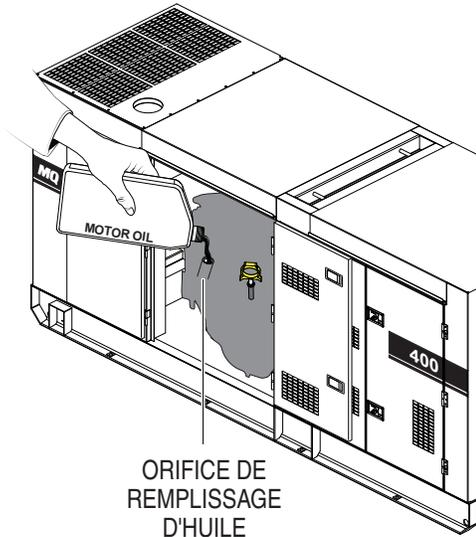

Figure 28. Orifice de remplissage d'huile du moteur
5. Si le niveau d'huile est trop bas (Figure 27C), retirez le bouchon de l'**orifice de remplissage d'huile** (Figure 28) et remplissez jusqu'à un niveau de fonctionnement sûr (max) comme indiqué par la jauge (Figure 27A). Remplacez l'huile du moteur par le type d'huile recommandé, tel qu'indiqué dans Tableau 10. La capacité maximale d'huile est de 15,1 gallons (57 litres).